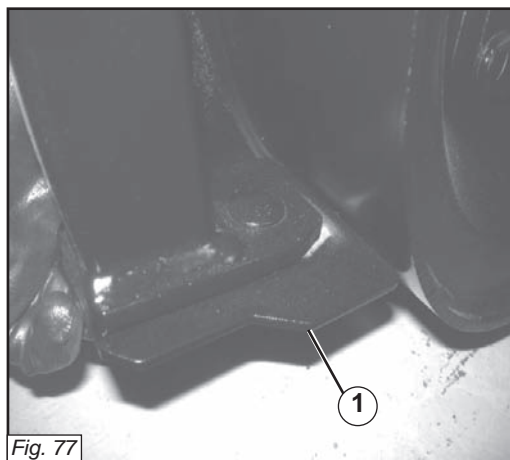
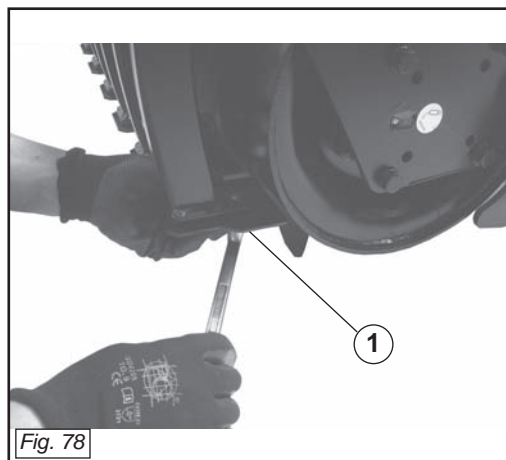
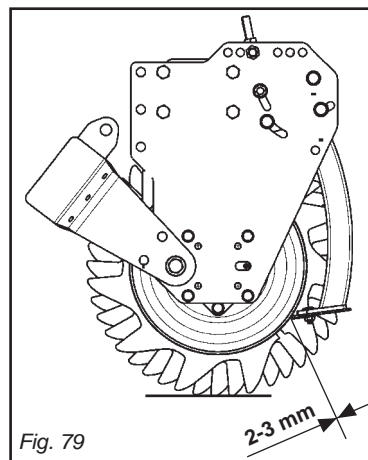

Fig. 77
Fig. 78
Fig. 79
Sulla trave raschiaterra ci sono le piastrine raschiatrici (1 Fig. 77), in materiale antiusura, che hanno la funzione di pulire dall'accumulo dei terra il rullo stesso.
Il montaggio corretto si ottiene fissando la piastrina raschiatrici al supporto raschiaterra, facendola scorrere sulla guida e bloccandola con la vite (1 Fig. 78) ed il dado alla distanza desiderata dal rullo.
Si consiglia una distanza tra rullo e piastrina di 2/3 mm (Fig. 79).
Auf dem Erdabstreifbalken befinden sich die Erdabstreifplättchen (1 Abb. 77) aus verschleißfestem Werkstoff, welche die Funktion haben, die Erdanhäufungen von der Walze zu entfernen. Sie sind auf besonders geformten Haltern montiert, die auf dem hinteren Balken der Walze montiert sind. Die korrekte Montage erhält man, indem man das Abstreifplättchen am Erdabstreifträger befestigt, es über die Führung gleiten lässt und mit der Schraube (1) und der Mutter im gewünschten Abstand von der Walze blockiert. Empfiehlt sich ein Abstand zwischen Walze und Plättchen von 2/3 mm (Abb. 79).
En la viga raspadora se encuentran las plaquitas raspadoras (1 imagen 77), de material antidesgaste, con la función de quitar la tierra que se acumula en el rodillo mismo. Están montadas sobre soportes moldurados fijados en la barra trasera del rodillo.
Para obtener un montaje correcto hay que montar las plaquitas raspadoras a la viga raspadora, haciéndolas discurrir sobre la guía y fijándolas con el tornillo (1 imagen 78) a la distancia entre plaquita y rodillo. La distancia aconsejada entre plaquita y rodillo es 2/3 mm (imagen 79).